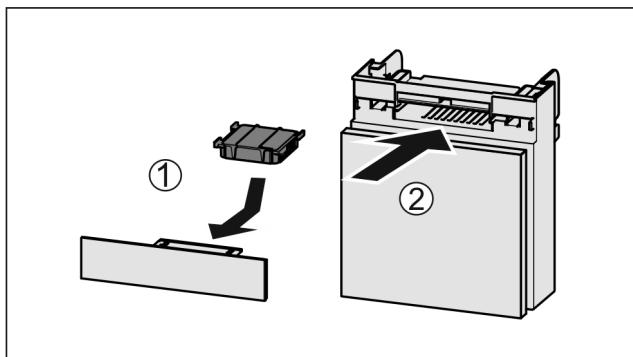

Fig. 99
- Vložte aktívny uhlíkový filter podľa obrázka Fig. 99 (1).
- Zasuňte zásuvku Fig. 99 (2).